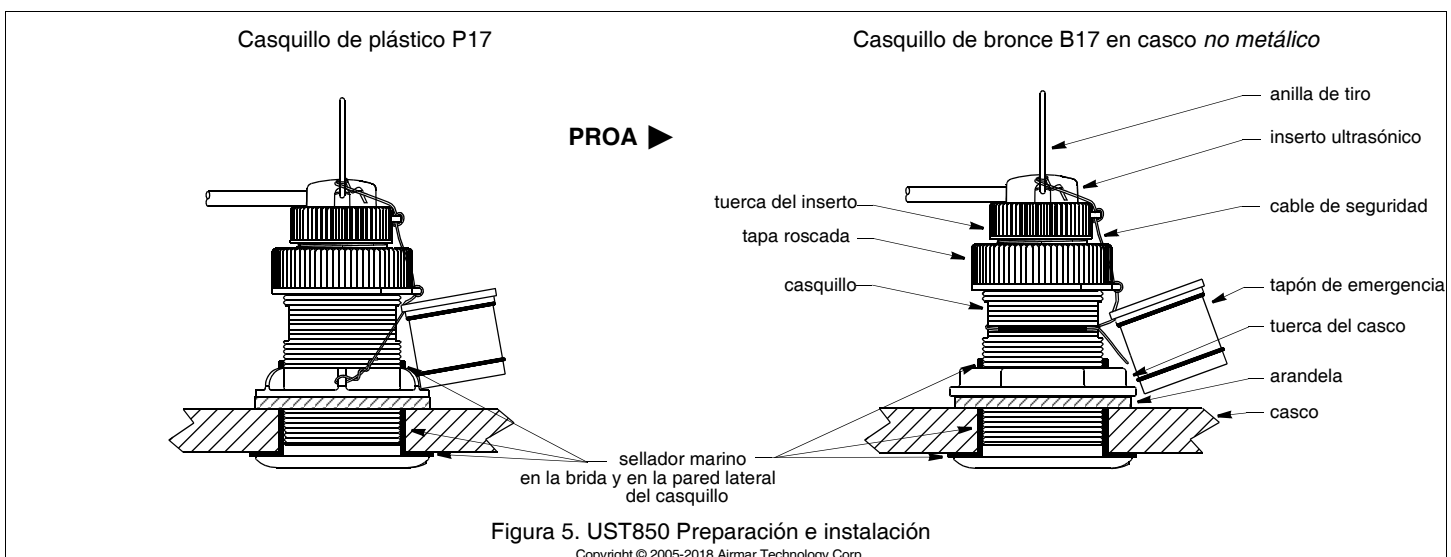

Figura 5. UST850 Preparación e instalación
#### UST850 (Figura 5)
2. Extraiga el inserto ultrasónico del casquillo retirando el cable de seguridad de la anilla de tiro y la tuerca del *inserto* (figura 5).
5. Vuelva a colocar el cable de seguridad para evitar que el tapón obturador se salga en el caso improbable de que el inserto/tapa roscada se rompa o se rosque de forma incorrecta (Figura 5).
1. Retire el tapón de emergencia corto del cable de seguridad (figura 5).
5. Fije el tapón de emergencia corto con la tapa roscada. **Apriete a mano** únicamente. No apretar en exceso. Vuelva a colocar el cable de seguridad (figura 5).
- Afirme el cable de seguridad al *tapón de emergencia corto*, la tapa roscada, la tuerca del inserto y la anilla de tiro para impedir que el inserto ultrasónico/tapón obturador se salga en el caso improbable de que la tuerca del inserto y/o la tapa roscada se rompan o se rosquen de forma incorrecta (figura 5).